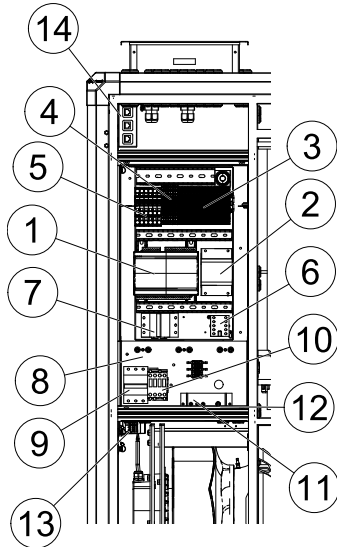

Рис. 4 Электрические компоненты
Модуль коммутации с разъемом человеко-машинного интерфейса и 2 разъемами TCP/IP устанавливается в блоках рекуперации тепла. Подключение выполняется через разъем панели на установке кондиционирования воздуха (см. рисунок 4).
Агрегаты Torvex SR/TR 03-06 оборудованы встроенными контроллерами и внутренней проводкой (рисунок 4).
- Проверьте, исправны ли плавкие предохранители (рисунок 4)